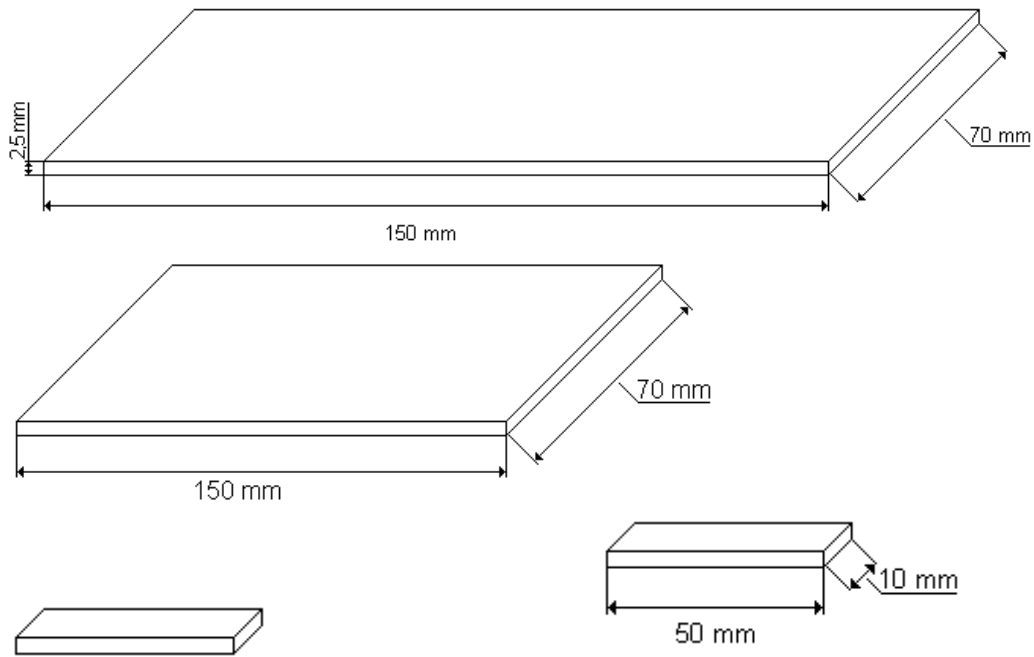

Figura 15
3.2.6. Del tablero de fibra de 300 x 70 x 2,5 mm (apartado 5 en la tabla de materiales) cortar las siguientes piezas (figura 15):